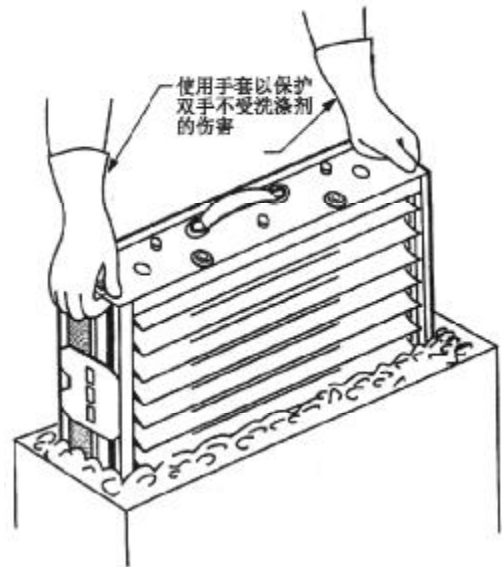

图7
3. 洗涤剂完全溶解后, 放置电子单元在容器中, 浸泡大约15分钟, 上下搅动数次后拿出。见图7。